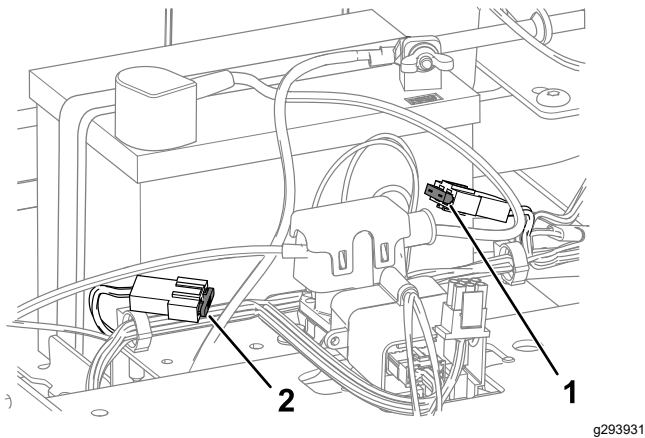

Figura 50
4. Pentru a înlocui o siguranță, trageți siguranța pentru a o îndepărta (Figura 50).